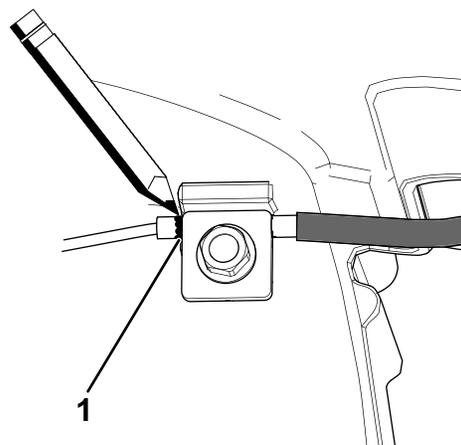
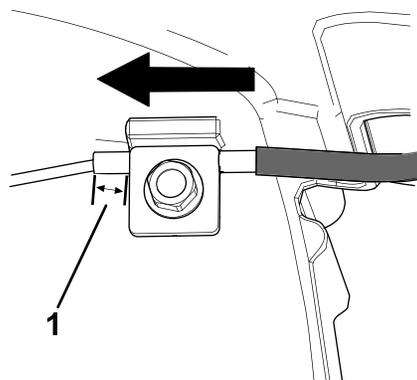

Рисунок 36
Рисунок 37
7. Отметьте трос тормоза (Рисунок 36), затем отрегулируйте оболочку троса так, чтобы провисание составило приблизительно 8 мм (Рисунок 37).